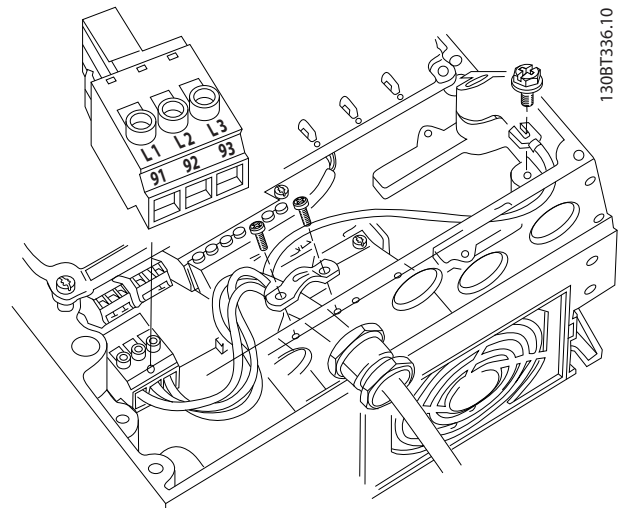

Рисунок 2.11 Подключение к сети питания переменного тока
- Подключите проводку 3-фазного входного питания переменного тока к клеммам L1, L2 и L3 (см. Рисунок 2.11).